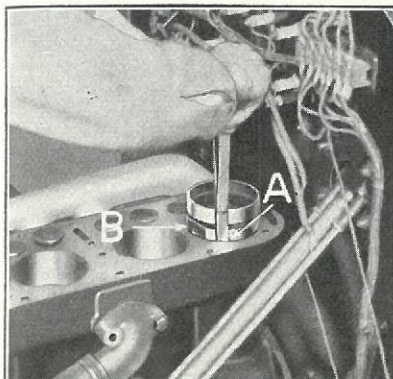

Fig. 240
- 403** Stemplerne undersøges for Slid ved at indsættes i Cylindrene og ved at maale Spillerummet mellem Stempel og Cylindervæg (Fig. 240-A). Søgeren eller Bladmaalet kan anvendes hertil. Hvis der er mere end 6 Tusindedele Tomme Spillerum, kasseres det gamle Stempel efter at Stempelpind og Plejlstang er aftaget som beskrevet i Par. 413 og nyt Overstørrelsesstempel indsættes.
- 404** Nye Stempler skal have et Spillerum paa mellem 3 og 4 Tusindedel Tomme mellem Stempel og Cylindervæg. Ved Kontrolringen af Stemplerne skal Søgeren prøves paa flere forskellige Steder mellem Stempel og Cylindervæg (Fig. 240-B). Om Stemplerne er ovale kan undersøges ved at indsætte Søgeren mellem Stempel og Cylinder og holde Søgeren fast, medens Stemplet drejes en kvart Omdrejning ad Gangen. Hvis Stemplet er ovalt, udtages Stemplet og bankes let med en Raahudshammer paa Kappens største Diameter.